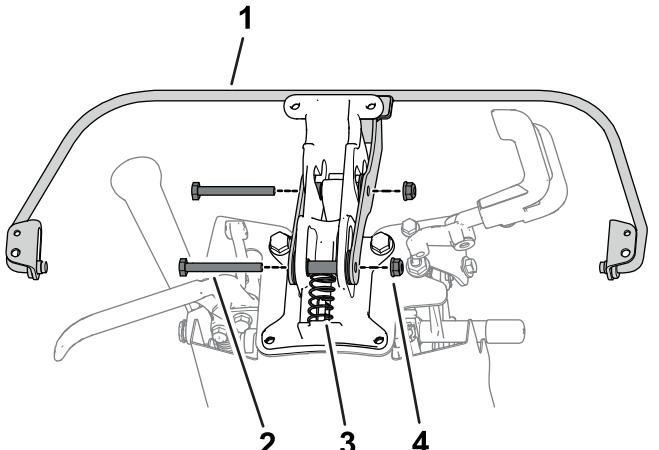

図6
1. ベイルをハンドルマウントに固定しているボルトとナットを外す。スペーサ、ピン、スプリングを外す図6。